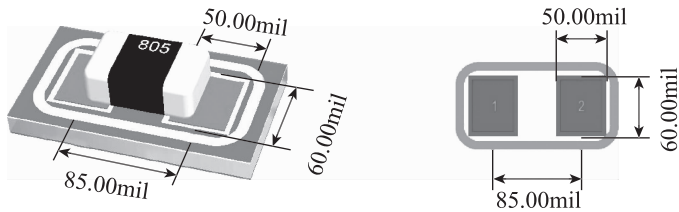

图 1-59 贴片电阻外形尺寸、封装规格
(1) 表面贴装电阻外形尺寸及封装规格，如图 1-59 所示。